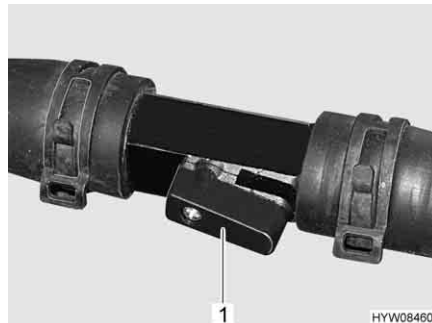

Fig. 150 Rubinetto di chiusura (aperto)
- Posizionare la leva (Fig. 150,1) parallelamente alla tubazione (Fig. 150). Più il rubinetto viene aperto, maggiore è la prestazione del riscaldamento.
- Per ridurre la potenza di riscaldamento: Ruotare la valvola di chiusura (Fig. 150,1) in senso orario.
- Posizionare la leva (Fig. 150,1) verticalmente rispetto alla tubazione. Il circuito di riscaldamento funziona mediante la tubatura di bypass.